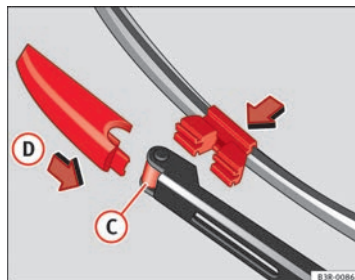

Fig. 185 Colocar la escobilla
- Coloque la escobilla nueva en el alojamiento del brazo del limpiaparabrisas → fig. 185 C.